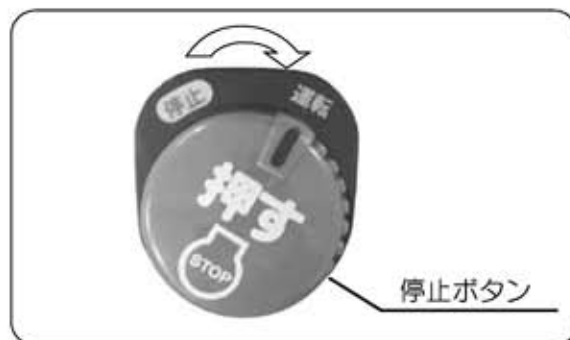

図6
- ⑦ 停止ボタンを押しながら、[運転] 位置にします。(図6)